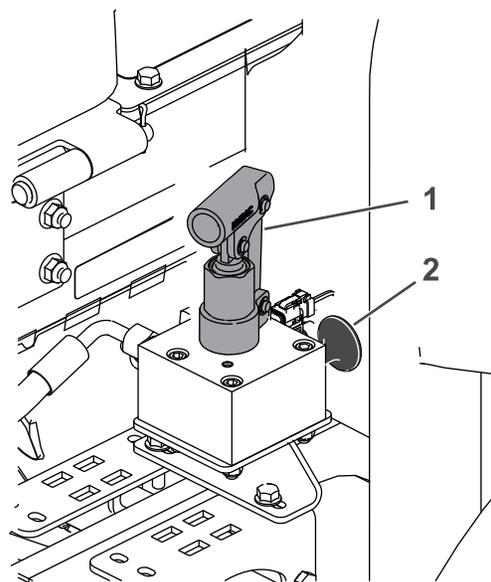

図 99
4. 右前タイヤの近くで、油圧タンクの後ろにあるブレーキリリースマニホールドを探し出す 図 99。